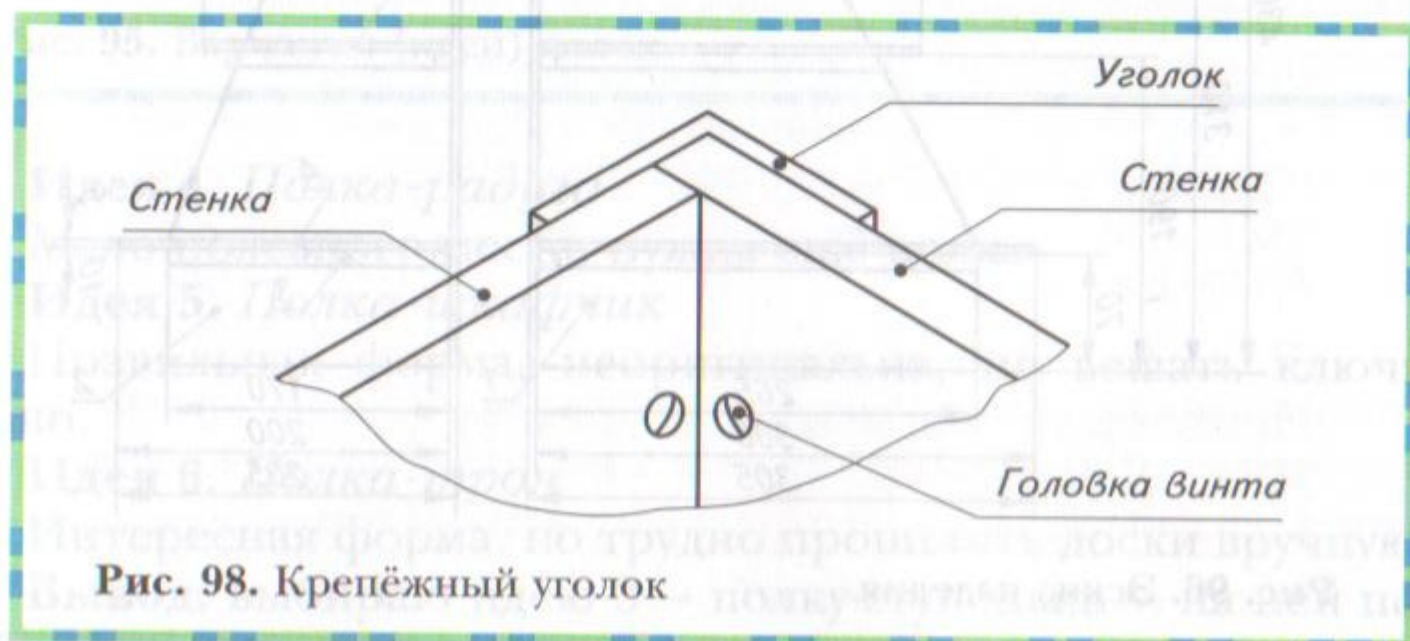

Рис. 98. Крепёжный уголок
9. Крепёжный уголок. Алюминиевые уголки (для скрепления задней и боковой стенок) (рис. 98).